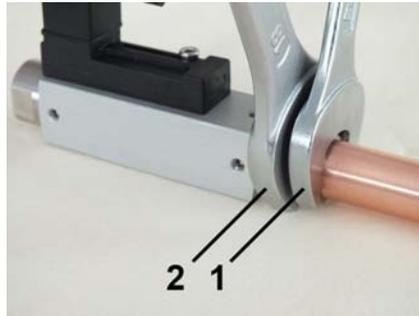

Abb. 11: Gerät einschrauben
3. ➔ Übergangverschraubung (Abb. 11/1) unter Gegenhalten der Verschraubung (Abb. 11/2) des Gerätes weiter eindrehen, bis die Verbindung dicht ist